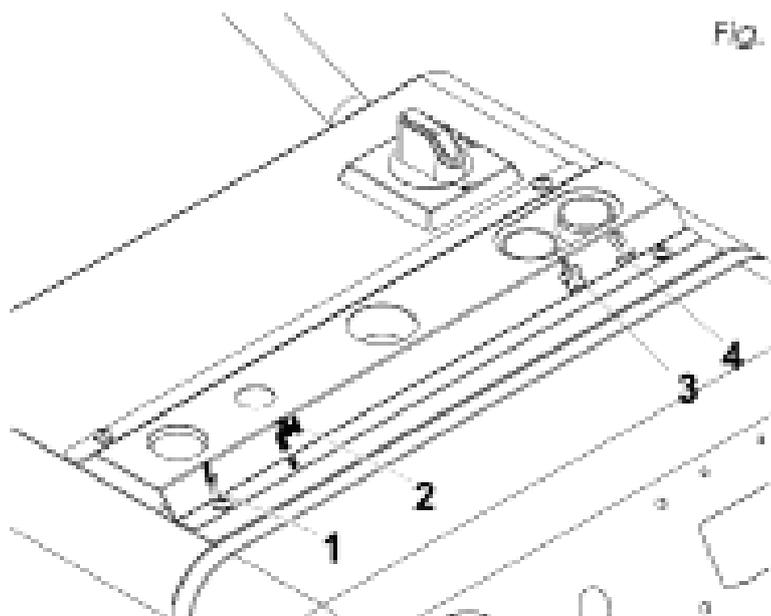
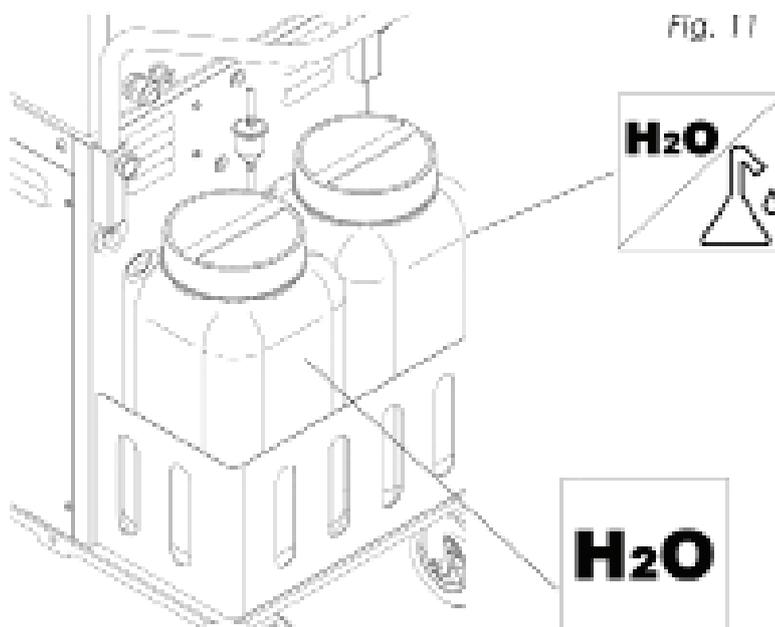
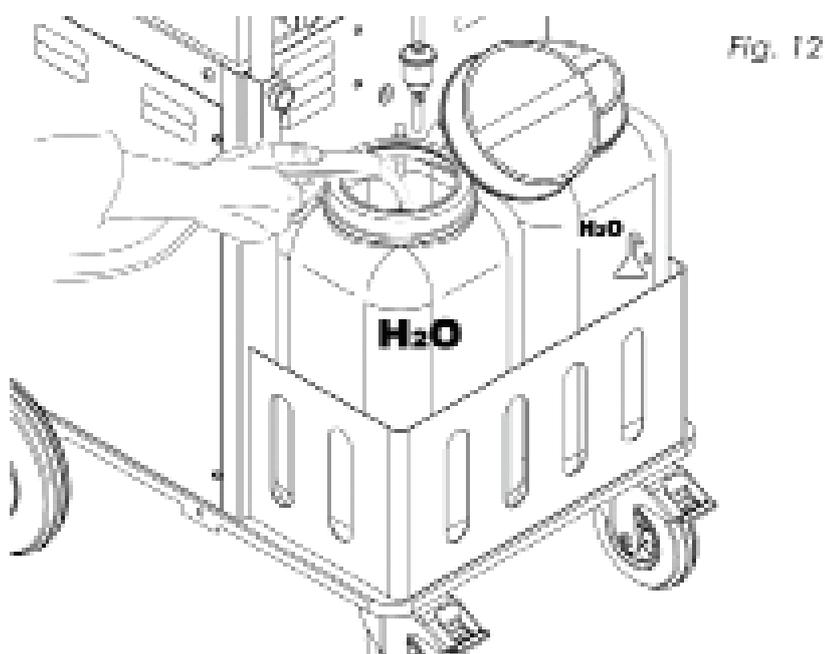

Fig. 10
Fig. 11
Fig. 12
Le voyant (1-Fig.10) allumé sur le tableau de contrôle indique la correcte alimentation de la machine. Allumez l'interrupteur général d'alimentation fonctions pompe résistance (4 Fig.10).
Le voyant (2 Fig.10) va s'allumer pour 2 sec. environ pour s'éteindre immédiatement après.
En cas de manque d'eau dans le réservoir, le voyant relatif (2-Fig.10) commencera à clignoter avec un signal acoustique. Les deux réservoirs pour l'eau et le détergent sont aisément identifiables au dos de la machine (Fig.11). Remplissez le réservoir avec de l'eau courante comme indiqué en Fig.12. Lorsque le niveau minimum est dépassé, le voyant de manque d'eau et le signal acoustique vont s'éteindre (2 - Fig.10). Au cours du chargement de l'eau dans la chaudière, le voyant (2-Fig.10) va s'allumer sans signal acoustique.
- Avec le réservoir plein et la chaudière vide, après avoir alimenté le générateur au moyen des interrupteurs (voir paragraphe "PREPARATION"), le système commande la pompe de chargement eau jusqu'à rejoindre le niveau nécessaire dans la chaudière. Dans cette phase la résistance de réchauffage est éteinte, tandis que les voyants de signalisation (2 fig.10) sont allumés fixes sans le signal acoustique indiquant que la procédure de chargement est en cours.
- A la fin de la phase de chargement, la pompe va s'éteindre et en même temps le réchauffage à travers la résistance chaudière est activé et le voyant de signalisation (2 fig.10) s'éteint.
- Chaque fois que la sonde de niveau chaudière relève le manque d'eau la phase de chargement va commencer, pendant la phase normale de restauration du niveau la résistance reste habilitée au réchauffage et le voyant de signalisation (2 fig. 10) va s'allumer fixe sans signal acoustique.
- Si la sonde de niveau installée dans le réservoir H2O2 (fig.11) reste découverte au cours de la phase de chargement, le système va bloquer immédiatement les fonctions de chargement et le voyant de signalisation (2 fig.10) va clignoter avec l'intervention du signal acoustique intermittent.
- Chaque fois que la sonde de niveau réservoir relève un manque d'eau le système va bloquer immédiatement les fonctions de chargement et le voyant de signalisation (2 fig.10) va clignoter avec l'intervention du signal acoustique intermittent.